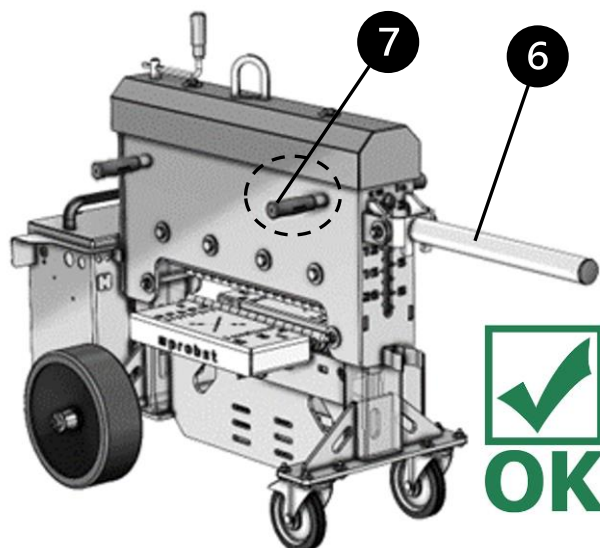

Fig. 2
- A tal fine, la leva di trasporto 6 deve essere portata in posizione orizzontale. → Fig. 2